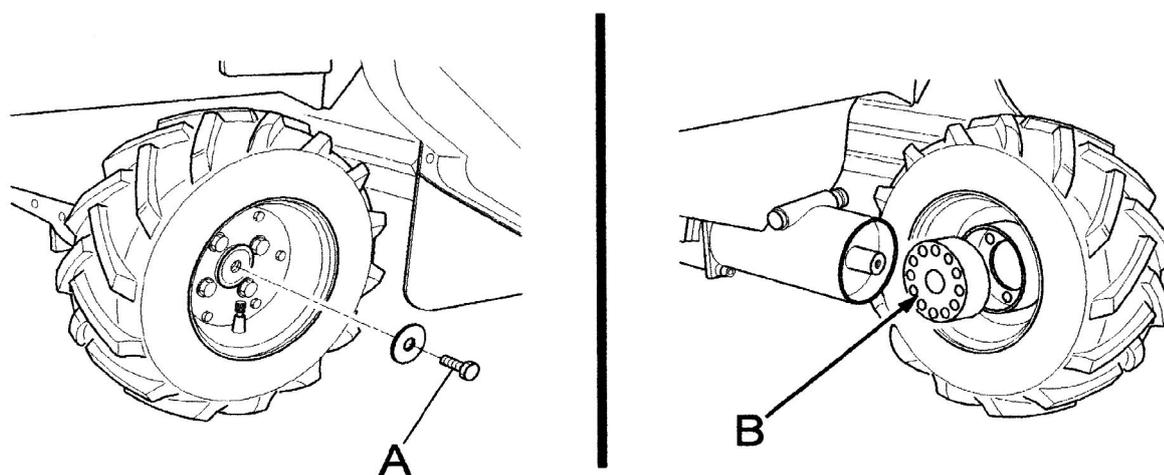

Figure 17
- Toutes les 50 heures, graisser les dispositifs de débloquer les roues en enlevant la vis centrale indiquée Fig. 17 (Réf. A). Enlever la roue avec le moyeu puis graisser la partie découverte (Fig. 17, Réf. B) et remonter la roue.